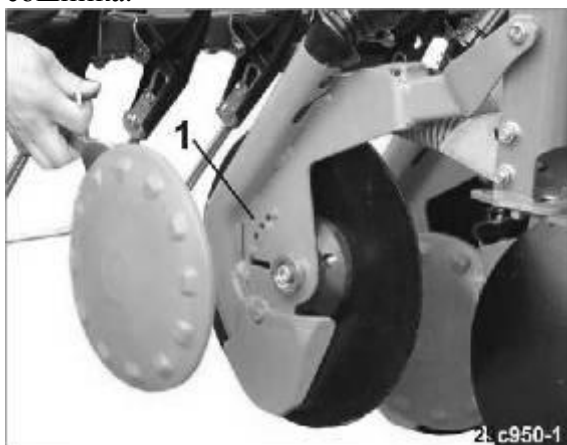

Рис.81
1. Отверните в сторону ручку над пазами (Рис. 81/1) и снимите пластиковый диск с сошника.